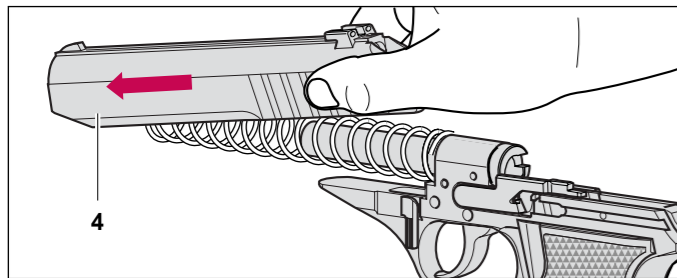

Fig. 14
4. Desplazar la corredera **4** hacia delante (Fig. 14).